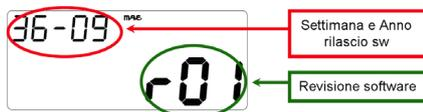
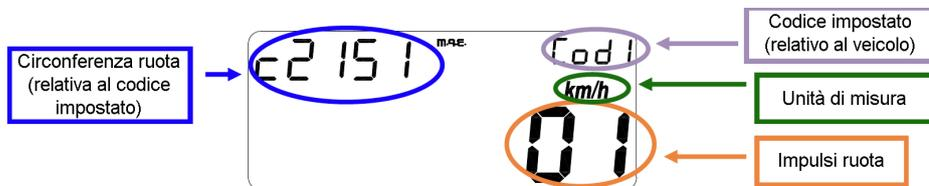

Fig. 17
Fig. 19
- 1a pagina (ad ogni collegamento con la batteria veicolo): Versione e data di rilascio del software (per circa 3 secondi) (fig. 17).
- 3a pagina (ad ogni accensione dello strumento): Visualizzazione dei parametri impostati (fig. 19).
- 1st page (at every connection with vehicle battery): Software version and date of issuing (for approx. 3 seconds) (fig. 17).
- 3rd page (every time the instrument is switched on): Display of set parameters (fig. 19).
- Visualizzazione delle schermate come fig. 17 e fig. 19 per circa 3 sec.
- Screens displayed as shown in fig. 17 and fig. 19 for approx. 3 sec.